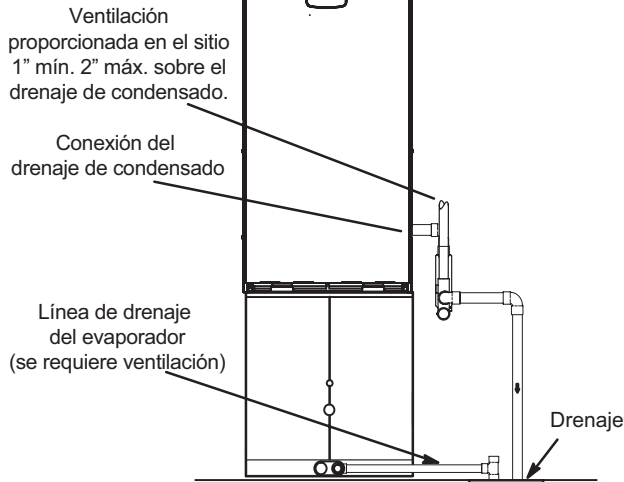

Figura 46
- 5 - La Figura 46 muestra el calefactor y el serpentín del evaporador usando un drenaje separado. Si es necesario, la línea de condensado del calefactor y del serpentín del evaporador se pueden drenar juntas. Ver las Figuras 47 y 48. La ventilación proporcionada en el sitio debe ser de un largo mínimo de 1" hasta un largo máximo de 2" arriba de la conexión de la salida de drenaje de condensado.